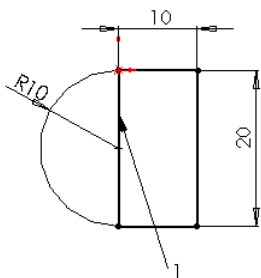
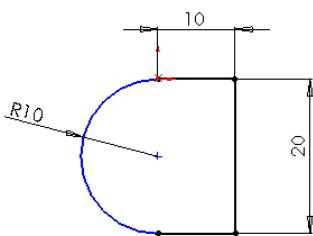
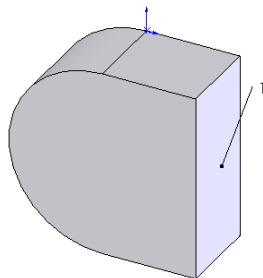
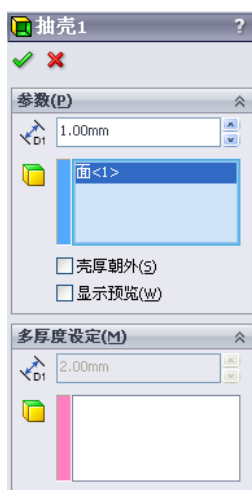

图 6-72 标注尺寸
图 6-73 剪裁实体
图 6-74 创建拉伸特征
图 6-75 “抽壳”属性管理器
(1) 新建文件。启动 SolidWorks 2012, 选择菜单栏中的“文件”→“新建”命令, 创建一个新的零件文件。
(2) 绘制草图。在左侧的“FeatureManager 设计树”中选择“前视基准面”作为绘制图形的基准面。单击“草图”工具栏中的 (边角矩形) 按钮, 以原点为角点绘制一个矩形; 单击“草图”工具栏中的 (3点圆弧) 按钮, 在矩形的左侧绘制一个圆弧。
(3) 标注尺寸。单击“草图”工具栏中的 (智能尺寸) 按钮, 然后标注步骤(2)中绘制草图的尺寸, 如图 6-72 所示。
(4) 剪裁实体。选择菜单栏中的“工具”→“草图工具”→“剪裁”命令, 或者单击“草图”工具栏中的 (裁剪实体) 按钮, 裁减如图 6-72 所示的直线 1, 剪裁后的图形如图 6-73 所示。
(5) 拉伸实体。选择菜单栏中的“插入”→“凸台/基体”→“拉伸”命令, 或者单击“特征”工具栏中的 (拉伸凸台/基体) 按钮, 此时系统弹出“拉伸”属性管理器。在 (深度) 文本框中输入“9”, 然后单击 (确定) 按钮。
(6) 设置视图方向。单击“标准视图”工具栏中的 (等轴测) 按钮, 将视图以等轴测方向显示, 创建的拉伸特征如图 6-74 所示。
(7) 抽壳实体。选择菜单栏中的“插入”→“特征”→“抽壳”命令, 或者单击“特征”工具栏中的 (抽壳) 按钮, 此时系统弹出“抽壳”属性管理器。在“参数”选项组的 (厚度) 文本框中输入“1”, 单击 (要移除的面) 图标右侧的列表框, 选择如图 6-74 所示的面 1, “抽壳”属性管理器设置如图 6-75 所示, 单击 (确定) 按钮。